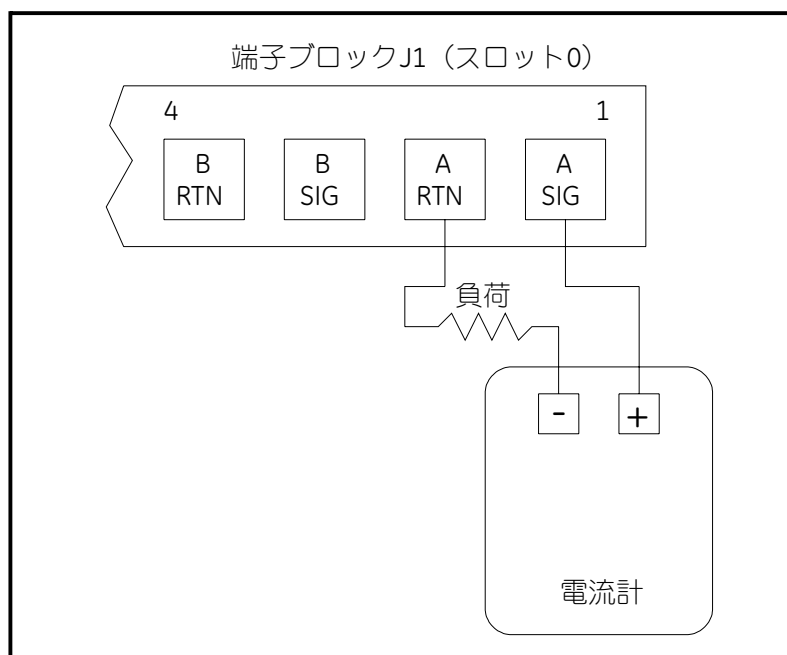

図 3-2: 電流計の接続 (出力 A)
希望の出力に負荷を置き、電流計を直列につないで、校正処理を準備します。電流計を端子間に直接つなぐことは絶対に避けてください。下記の図 3-2 を参照しながら、希望の出力の SIG(+) と RTN(-) のピンを確認してください。
- 重要:** 2つの出力を校正する手順は同じです。ただし、電流計は端子ブロック J1 の正しい出力に接続するようにならなければなりません。ピン番号については、前ページの図 3-2 を参照してください。